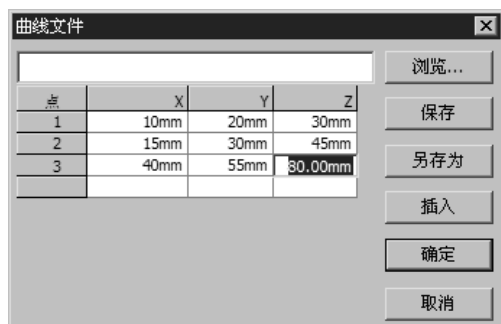

图 6.2.1 “曲线文件”对话框
Step2. 选择命令。选择下拉菜单 **插入(I)** → **曲线(U)** → **通过 XYZ 点的曲线...** 命令，系统弹出如图 6.2.1 所示的“曲线文件”对话框。
Step3. 定义曲线通过的点。通过双击该对话框中的 X、Y 和 Z 坐标列中的单元格，并在每个单元格中输入如图 6.2.1 所示的坐标值来生成一系列点。
如图 6.2.1 所示的“曲线文件”对话框中各选项按钮的说明如下。